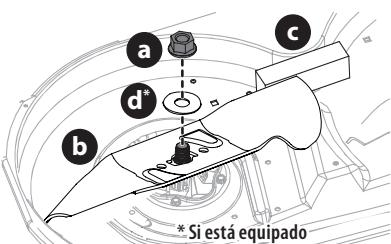

Figura 47
2. Use una llave de 15/16 pulgada para sostener la tuerca hexagonal en la parte superior del conjunto del husillo cuando afloje la tuerca hexagonal (a) y arandela (d)* que fijan la cuchilla (b). Se puede colocar un bloque de madera (c) entre el alojamiento de la plataforma y el borde de corte de la cuchilla (b) para ayudar a aflojar la tuerca hexagonal (a) y arandela (d)* que fijan la cuchilla (Figura 47).
- Cuando reinstale las cuchillas, asegúrese de lo siguiente (Figura 47):
- Ajuste las tuercas hexagonales (a) a 70-90 pies-libras (95-122 N·m) (Figura 47 en la página 69).